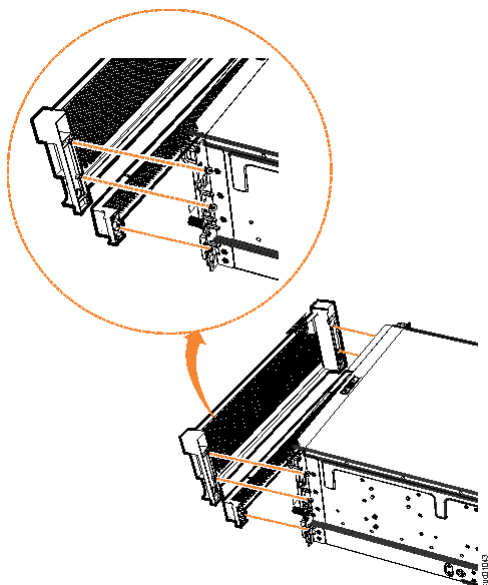

Figure 91. Remplacement des composants du panneau sur le boîtier d'extension
1. Alignez le panneau avant 4U avec le boîtier de sorte que les vis moletées passent par les trous de chaque côté. Comme le montre la Figure 91, à la page 79, cette action aligne les trous de vis à l'arrière du panneau avec les trous de vis sur la bride avant du boîtier.
3. Remettez en place le panneau inférieur 1U qui couvre les unités d'alimentation électrique. Alignez le panneau avec le boîtier et poussez doucement jusqu'à ce qu'il s'enclenche sur le châssis, comme illustré dans la Figure 91, à la page 79.